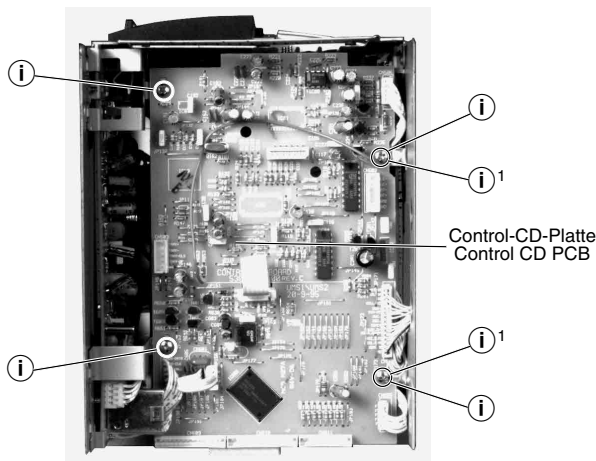

Fig. 9
- 2 Schrauben ①¹ herausdrehen (Fig. 9).
- Undo 2 screws ①¹ (Fig. 9).
- 4 Schrauben ① herausdrehen (Fig. 9).
- Undo 4 screws ① (Fig. 9).